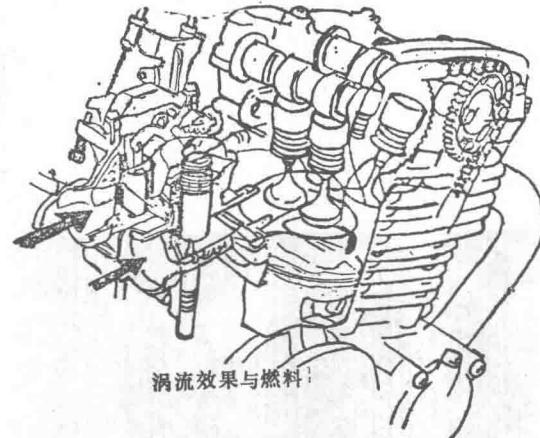
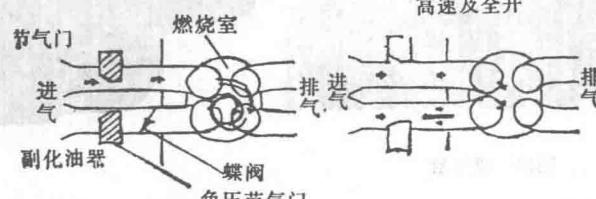

图 20-1
图 20-2
⑨ 四冲程单缸发动机上使用的YDIS进气系统是一种动力性和驱动性兼有的进气系统。它装有两个汽化器，一个是在中低速运转时特性曲线优异、加速性能好、强制开闭式的VM汽化器(图20-1)。另一个是在高速运转时根据发动机转速供气的SU负压式汽化器。这种汽化器可获得均匀的输出功率，充分利用单缸发动机的长处(图20-2)。